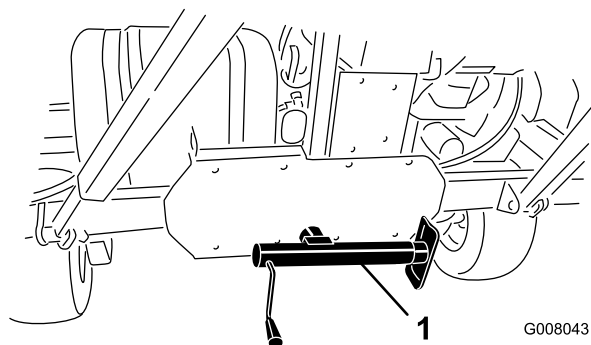

Рисунок 17
5. Для обеспечения устойчивости машины опустите домкрат на землю (Рисунок 17).